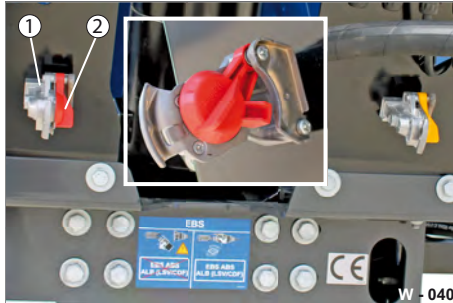

Abb. 47 Kupplungsköpfe geschlossen
- ▶ Schließen Sie die Kupplungsköpfe (Abb. 47/1) beim Abstellen des Anhängers.
Drehen Sie die Deckel (Abb. 47/2) zu.